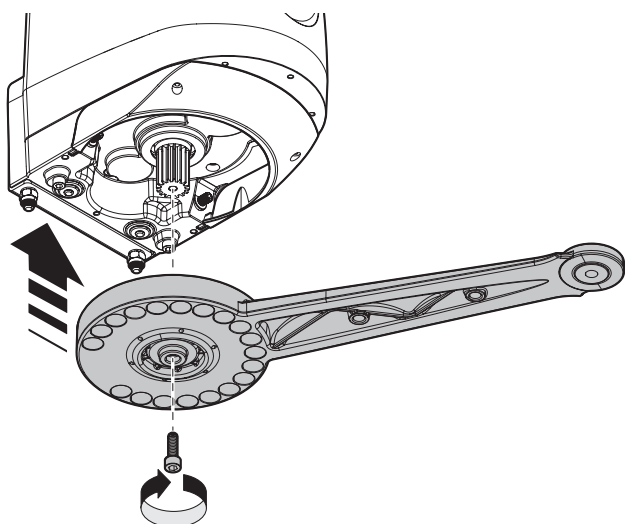

Fig. 8
02. Déverrouillez le motoréducteur comme indiqué sur la **fig. 8** ;